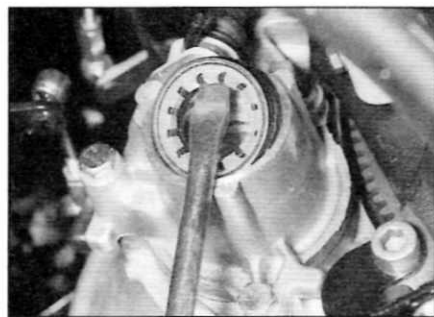

Рис. 4.2. С помощью большой плоской отвертки извлеките правую манжету из картера (показана коробка передач VE3/5)
- 2 С помощью большой плоской отвертки аккуратно извлеките манжету из коробки передач (рис. 4.2).